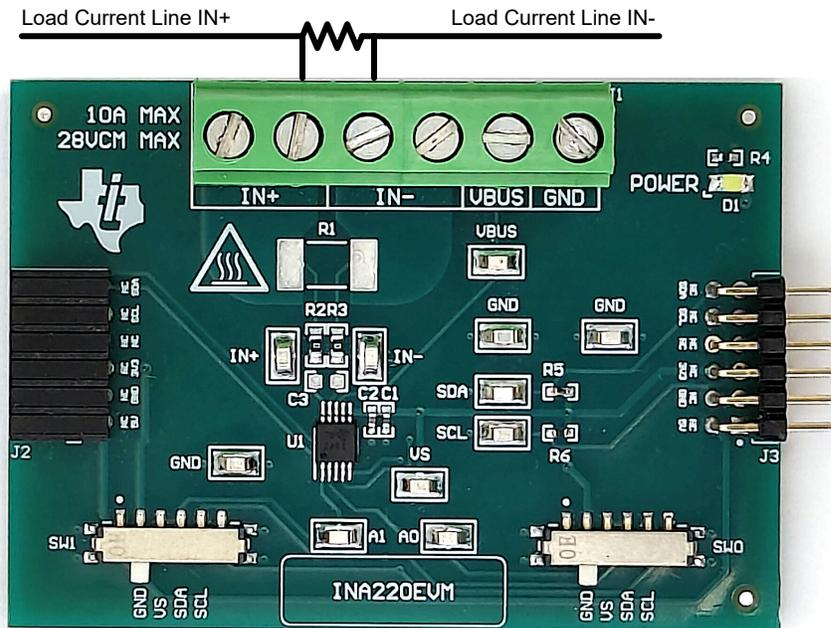
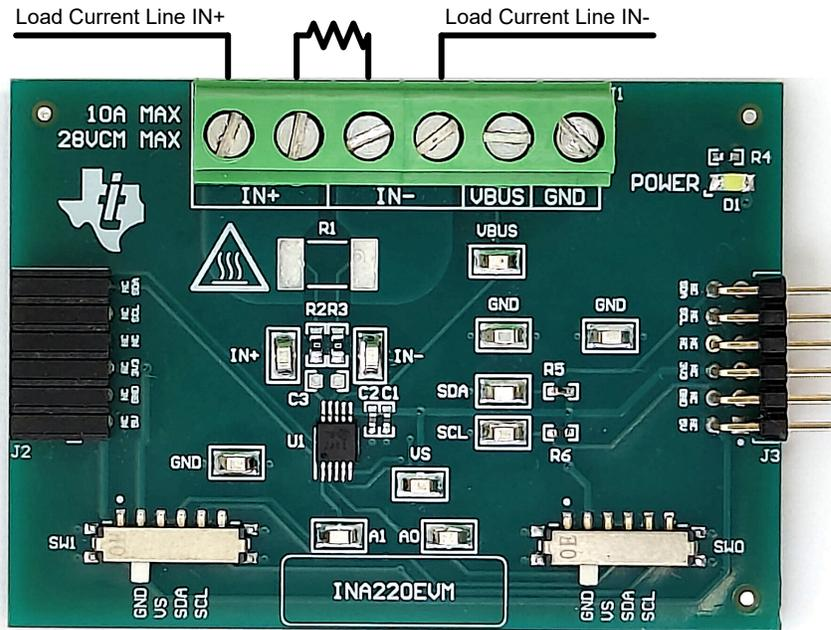

图 2-3. 电流超过 10 A 时的 IN+ 和 IN- 布线
图 2-4. 10 A 或更低电流时的 IN+ 和 IN - 布线
- b. 在 J1 的 IN+ 和 IN- 端子上连接外部分流器，最好贯穿引脚 4 和 5，如图 2-3 和图 2-4 所示。
- a. 测量 10A 以上的电流时，确保高电流通路不会穿过 EVM (包括端子块 J1) ，如图 2-3 所示。
- b. 将 10A 或更小电流与板载或外部分流器搭配使用时，电流路径可以穿过 EVM。图 2-4 显示了一种将多个 IN+ 和 IN- 端子与外部分流器搭配用于此用例的便捷方式。